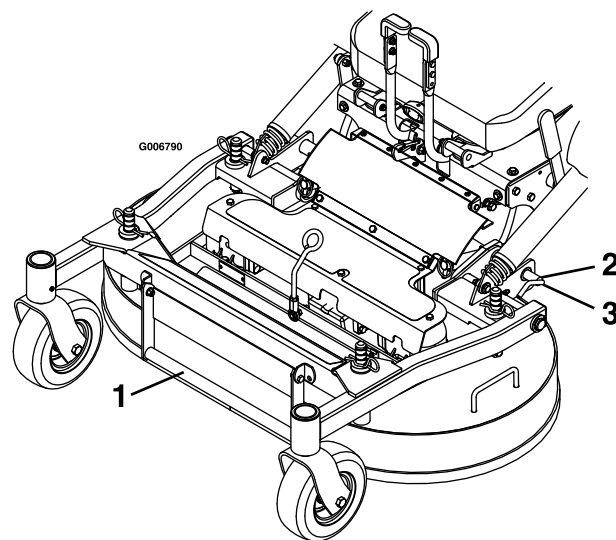

Figura 21
5. Rilasciate i perni di bloccaggio del piatto di taglio su ciascun lato (Figura 21).
4. Spingete i perni di bloccaggio del piatto all'interno e ruotateli in avanti per bloccare saldamente il piatto di taglio in posizione abbassata (Figura 21).